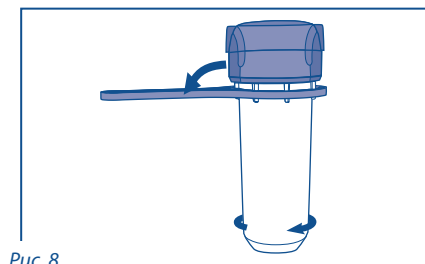

Рис. 8
3. Отверните колбу при помощи ключа и удалите отработанный фильтроэлемент (рис. 8).